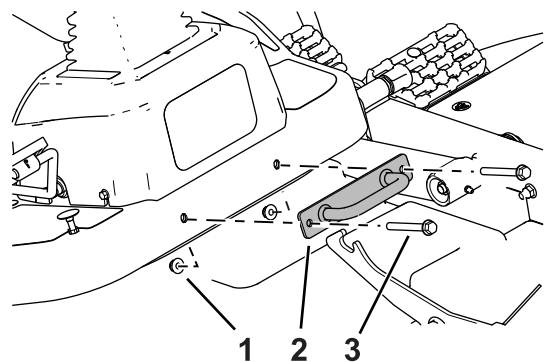

Рисунок 4
6. Снимите передний фиксатор деки газокосилки с передней части машины (Рисунок 4). Сохраните фиксатор и крепежные детали.